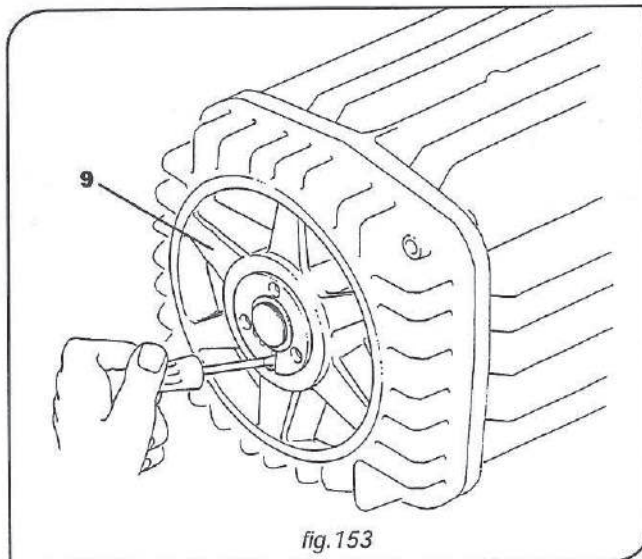

fig. 153
- Remover el anillo tuerca del la traba freno desbloqueándola, si es necesario actuando con un destornillador en el corte (fig153) del anillo tuerca.